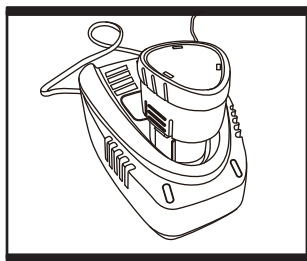

Fig. 1
1. CHARGER LA BATTERIE (Fig. 1)